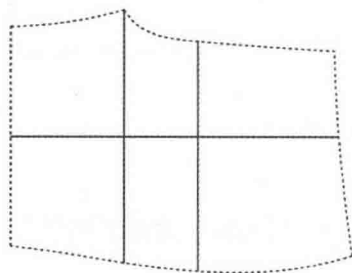

图 7-110 复制结构线
⑧选择 【移动】工具按住【Shift】键，进入【复制】功能，将前右腰头部分复制在空白处。
⑨选择 【对称】工具按住【Shift】键，进入【对称】功能，将前右腰头对称变成前左腰头。
(27) 选择 【移动】工具按住【Shift】键，进入【复制】功能，将前片结构图复制在空白处。为了让读者更明白，在这里我们把复制前片结构图用虚线表示(图 7-110)。